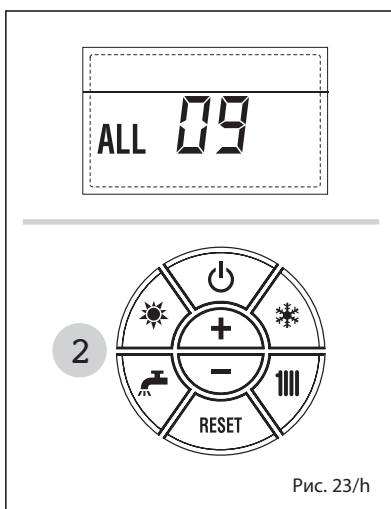

Рис. 23/h
– **НЕПОЛАДКА ВСПОМОГАТЕЛЬНОГО ДАТЧИКА, «ТРЕВ. 10» (рис. 23/i)**